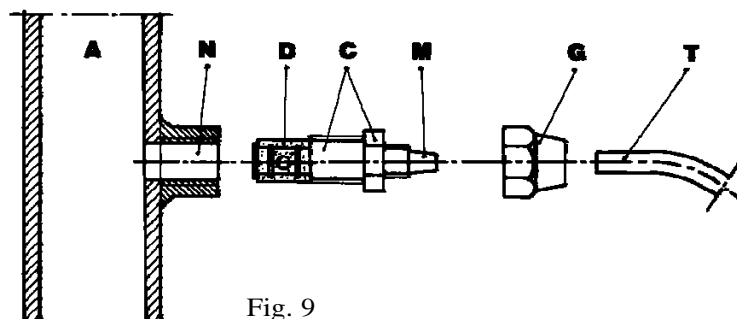

Fig. 9
g. - Instalar na tubulação do sistema a ser tratado, no ponto mais adequado para injeção do produto a ser dosado, uma luva 3/8" gás fêmea. Tal luva não é inclusa no nosso fornecimento. Instalar a válvula de injeção na luva, utilizando como vedação fita de Teflon (Fig. 9). Conectar a mangueira no espigão cônico da válvula de injeção e travá-la com a respectiva porca-trava G. A válvula de injeção é também válvula anti-retorno.
3.1 - ESQUEMA DE MONTAGEM DA VÁLVULA DE INJEÇÃO (Fig. 9)